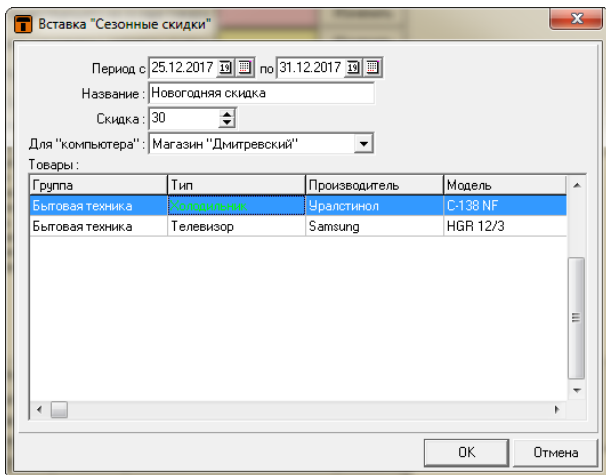

Рис. 25. Вставка "Сезонные скидки"
- В таблице «Сезонные скидки» можно добавить временные скидки на определенные группы товаров в установленный период. Чтобы добавить скидку, в таблице правой кнопкой мыши вызовите всплывающее меню и выберите пункт «Вставить». В открывшемся окне заполните следующие поля (рис. 25):